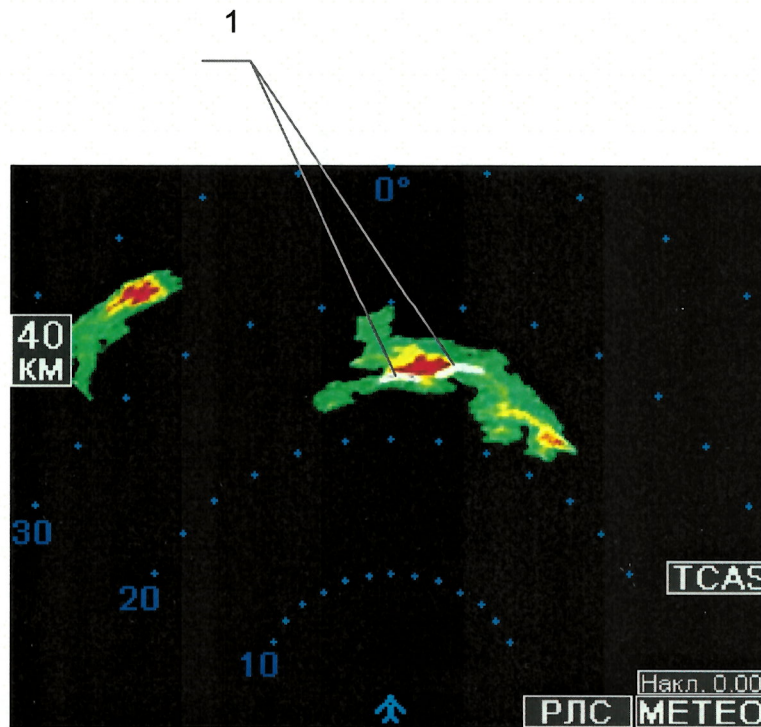

Рисунок 6 – Примерный вид изображения на экране индикатора СЭИ в режиме METEO при обнаружении опасной турбулентности
- белый цвет – сильная турбулентность (отображается на масштабах до 40 nm или 100 км включительно) (рис. 6, поз. 1);